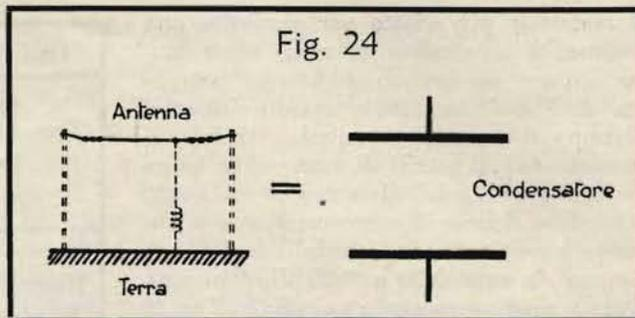

Fig. 24
*L'antenna trasmittente e quella ricevente si comportano come i due avvolgimenti di un trasformatore. Direte subito che, in questo caso, il grado di accoppiamento deve essere molto basso; avete ragione! Infatti nell'antenna trasmittente agisce una potenza considerevole (p. es. 150 kW), mentre nell'antenna ricevente si ottengono solo piccolissime tensioni di pochi millivolt. Per poter completare il paragone col trasformatore, dobbiamo proseguire ancora un poco con le nostre riflessioni. Conoscendo le antenne per averne vedute alcune, osserviamo che esse sono costituite, nel caso più semplice, da un filo teso: di spire e avvolgimenti non ce n'è nemmeno l'ombra. Voi sapete però che due piastre affiancate costituiscono un condensatore; in elettrotecnica si dice che esse posseggono una capacità mutua. Anche l'antenna costituisce un condensatore, le cui piastre o armature sono il filo e la terra. La capacità esistente tra il filo dell'antenna e la terra chiude il circuito dell'antenna stessa e fa sì che essa costituisca una grande spira (fig. 24). Nel caso del trasformatore, l'effetto di un avvolgimento sull'altro viene aumentato usando un nucleo di ferro. Ciò non si può fare con l'antenna; si ottiene invece un miglioramento facendo l'antenna molto alta, in modo che possa raccogliere liberamente le onde trasmesse attraverso l'etere.*